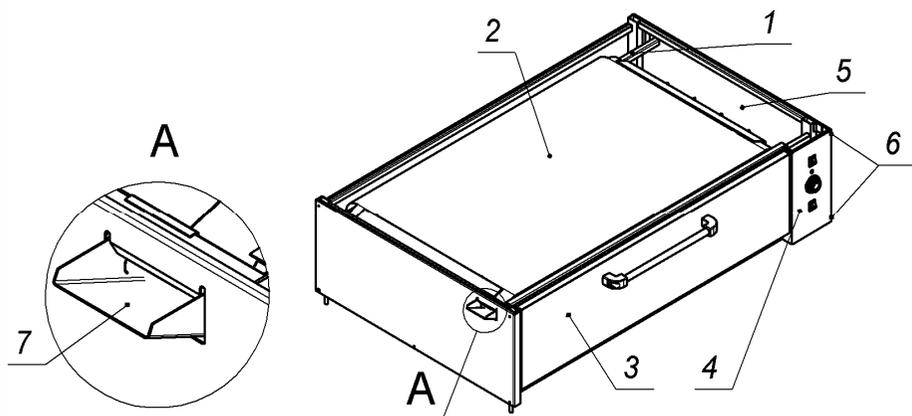

Рис.2
Камера оборудована системой увлажнения воздуха: внутри камеры, на задней стенке, установлен испаритель воды, который можно снять для очистки. Для заливки воды в испаритель используется желоб (рис.2, поз.7 и рис.3, поз.3). Объем воды, одноразово заливаемой в испаритель, не более 200см³. Для увлажнения рекомендуем использовать дисцилированную или умягченную воду.
4.5 Для обслуживания электроприборов, ТЭНов и регулирования пружинного механизма дверки, необходимо снять панель управления (рис.2, поз.4), отвернув 4 винта (рис.2, поз.6), крепящие панель к каркасу секции.
1. Снять панель управления (см. рис.2).
- Снять панель управления (рис.2, поз.4) или снять правую облицовочную панель;